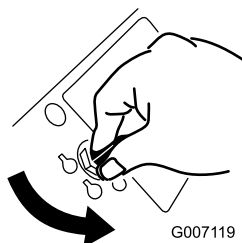

Figure 26
3. Tournez la clé de contact en position Contact coupé (Figure 26).